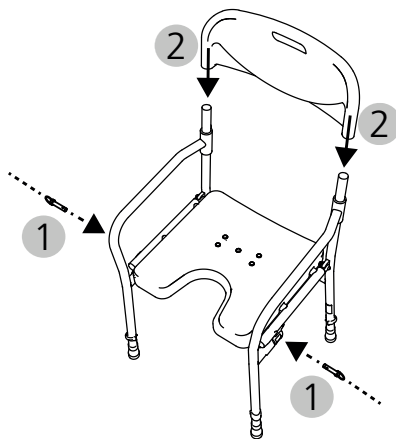

Abb. 5
4. Inserte los pernos de seguridad (derecho/ izquierdo) a los lados hasta que encajen (fig. 5, 1).
5. Eleve el respaldo por los lados con las dos manos. A continuación, deslice el respaldo por los tubos del respaldo hasta el tope de la fijación de casquillo (fig. 5, 2).